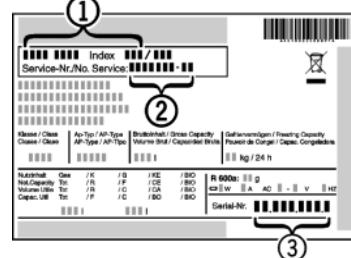

Fig. 31
- Считать обозначение устройства Fig. 31 (1), сервисный номер Fig. 31 (2) и серийный номер Fig. 31 (3) с заводской таблички. Заводская табличка находится внутри устройства слева.